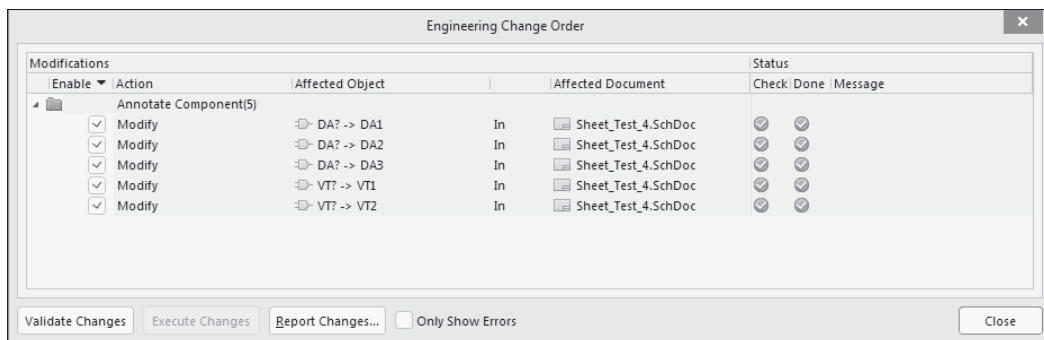

Рис. 4.11. Окно «приказа» внести изменения в нумерацию
8. По нажатию кнопки **Accept Changes (Create ECOs)** список изменений передается на обработку и открывается окно **Engineering Change Order** (рис. 4.11) со списком изменений, которые предстоит внести в схему.